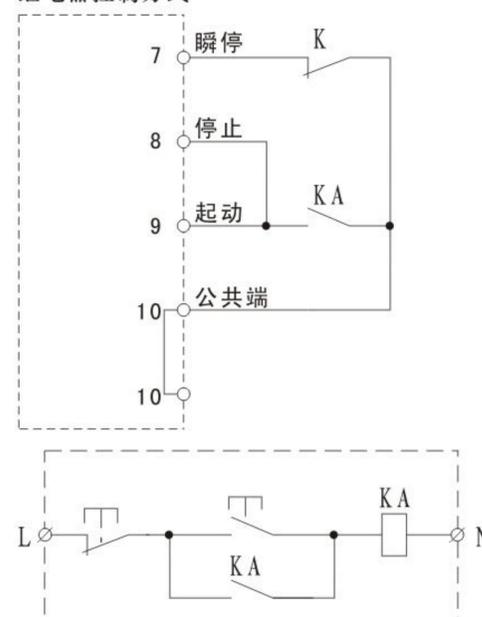
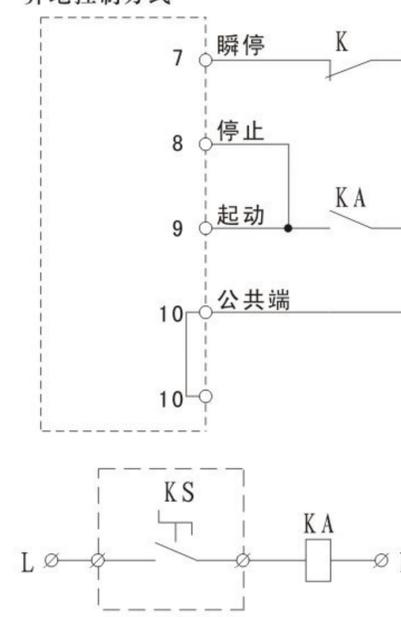

图2-5
图2-6
(1) 接点输入端子
- ① 用外部端子控制软起动器起动和停止功能时，请将代码FB控制方式设置为外控有效。
- ② 如需异地控制要求时，建议使用（二线）控制方式，见图2-5图2-6
- ③ 接点信号输入端子和公共端子一般是闭合/断开（ON/OFF）动作，软起动器、电动机和配线等会产生干扰，因此布线短一些（20m以下）电缆请使用屏蔽线。
- ④ 控制端子的配线务必尽量远离主电路的配线，否则可能会由于干扰而造成错误动作。